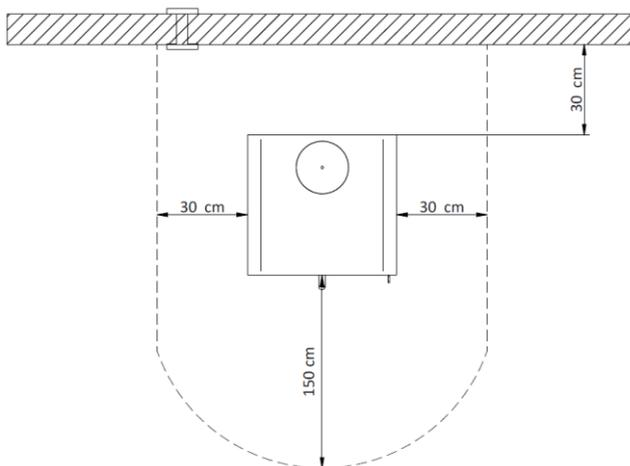

Figure 32 - Distances minimales de sécurité
* N'utiliser aucun matériel combustible à proximité des parois du poêle à bois. Respecter la distance de sécurité de 30 cm au dos, de 30 cm aux cotés et de 150 cm devant, Figure 32;